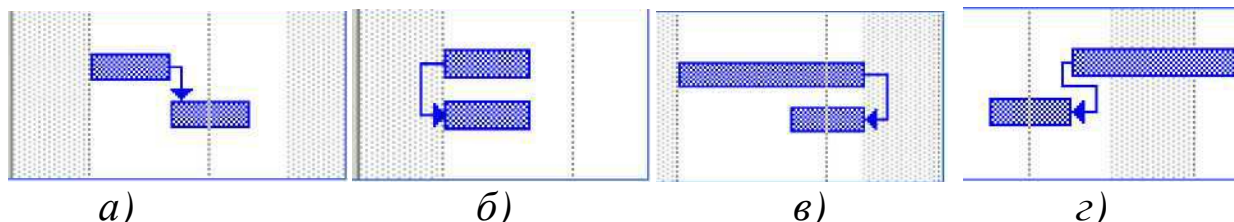

Рис. 1 – Основные типы отношений и связей между задачами проекта
**Окончание-начало (ОН)** или *Finish-to-Start (FS)* – наиболее распространенный вид связи. Такая связь означает, что одна задача не может начаться, пока не закончена предыдущая. При увеличении длительности предшествующей задачи, время ее окончания пересчитывается и сдвигается на более поздний срок, начало последующей задачи также сдвигается (см. рис. 1 а)).
**Начало-начало (НН)** или *Start-to-Start (SS)*. Такой вид связи устанавливается для пары работ, которые должны выполняться почти одновременно. В этом случае не требуется завершения предшествующей задачи для начала последующей, но последующая задача должна начаться не раньше начала предшествующей. При увеличении длительности предшествующей задачи, время ее окончания пересчитывается, но не влияет на время начала и окончания последующей задачи (рис. 1 б)).
**Окончание-окончание (ОО)** или *Finish-to-Finish (FF)*. Окончание последующей задачи контролируется окончанием предшествующей задачи. Последующая задача не может закончиться раньше, чем заканчивается предшествующая задача. Дата окончания предшествующей задачи определяет дату окончания последующей задачи. При увеличении длительности предшествующей задачи, время ее окончания пересчитывается, а изменение длительности предшествующей задачи приводит к перемещению даты начала последующей задачи на более поздний срок (рис. 1 в)).
**Начало-окончание (НО)** или *Start-to-Finish (SF)*. Окончание последующей задачи возможно, только после начала предыдущей задачи. Последующая задача не может закончиться, пока не началась предшествующая.